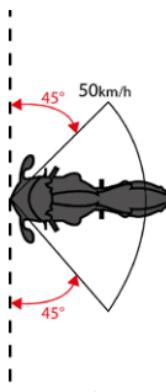

Figura 3
Il sistema Tech-Air® Off-Road è in grado di gonfiarsi e proteggere entro i 200 millisecondi dall'inizio dell'incidente, negli incidenti in cui una moto colpisce un veicolo o un ostacolo (Figura 3), se vengono rispettate le seguenti condizioni:
IMPORTANTE! La Figura 3 delinea l'involucro di protezione in cui si prevede che il sistema Tech-Air® Off-Road si gonfi entro i 200 millisecondi dall'inizio dell'incidente. A velocità superiori a 50 km/h (31 mph) o al di fuori dell'angolo dichiarato, è atteso che il Sistema si gonfi ugualmente; Tuttavia, al di fuori dell'involucro di protezione, il sistema potrebbe non essere completamente gonfiato prima del contatto tra l'ostacolo e l'utente.
- è atteso che il Sistema Tech-Air® Off-Road si gonfi e risulti protettivo entro i 200 millisecondi dall'inizio dell'incidente, durante incidenti (Figura 3) dove la motocicletta colpisce un veicolo od un ostacolo mentre l'utente guida il mezzo in posizione seduta;
- è atteso che il Sistema Tech-Air® Off-Road si gonfi e risulti protettivo entro i 300 millisecondi dall'inizio dell'incidente, durante incidenti (Figura 3) dove la motocicletta colpisce un veicolo od un ostacolo mentre l'utente guida il mezzo in piedi;